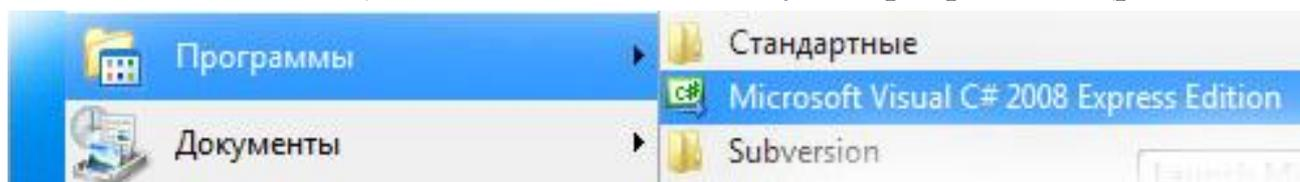

Рис. 84 Меню «Пуск/Программы»
1. Создать проект приложения. Запустите интегрированную среду разработки Microsoft Visual C# 2008 Express Edition (данную версию среды можно скачать из сети интернет с официального сайта компании Microsoft) из меню Windows «Пуск/Программы» (рис. 84).